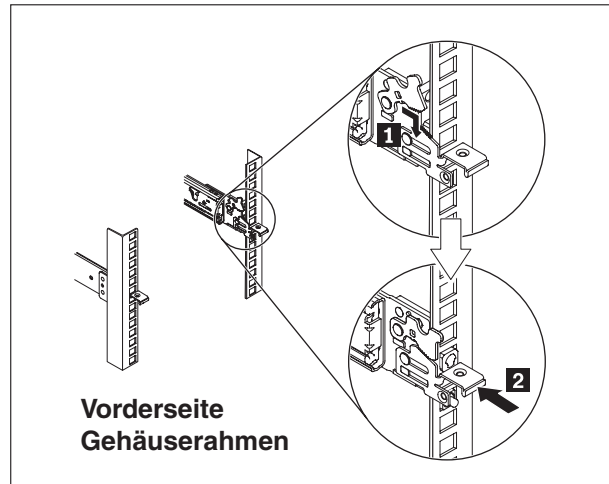

Abbildung 8. Vorderes Ende der Schienen installieren
3. Installieren Sie das vordere Ende der Schienen, wie in Abb. 8 auf Seite 19 dargestellt.